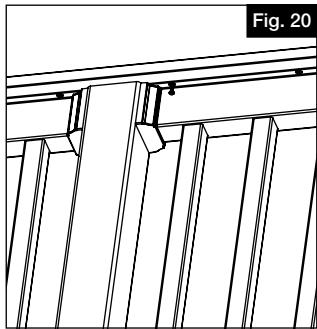

Fig. 20
- b. Enfoncer des vis no 10 x  $\frac{3}{4}$  po (19 mm) vers le haut à partir du dessous de la traverse en les centrant à travers les trous oblongs jusqu'à dans la planche de terrasse (Fig. 20).